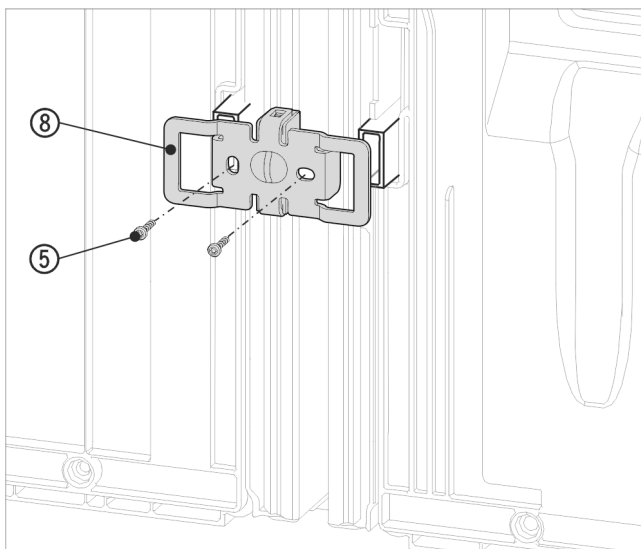

Fig. 16 Rappresentazione esemplificativa
- Spingere di nuovo la squadretta Fig. 16 (8) con gli incavi sull'alloggiamento per i distanziatori a parete.
- Avvitare saldamente con 2 viti Fig. 16 (5).